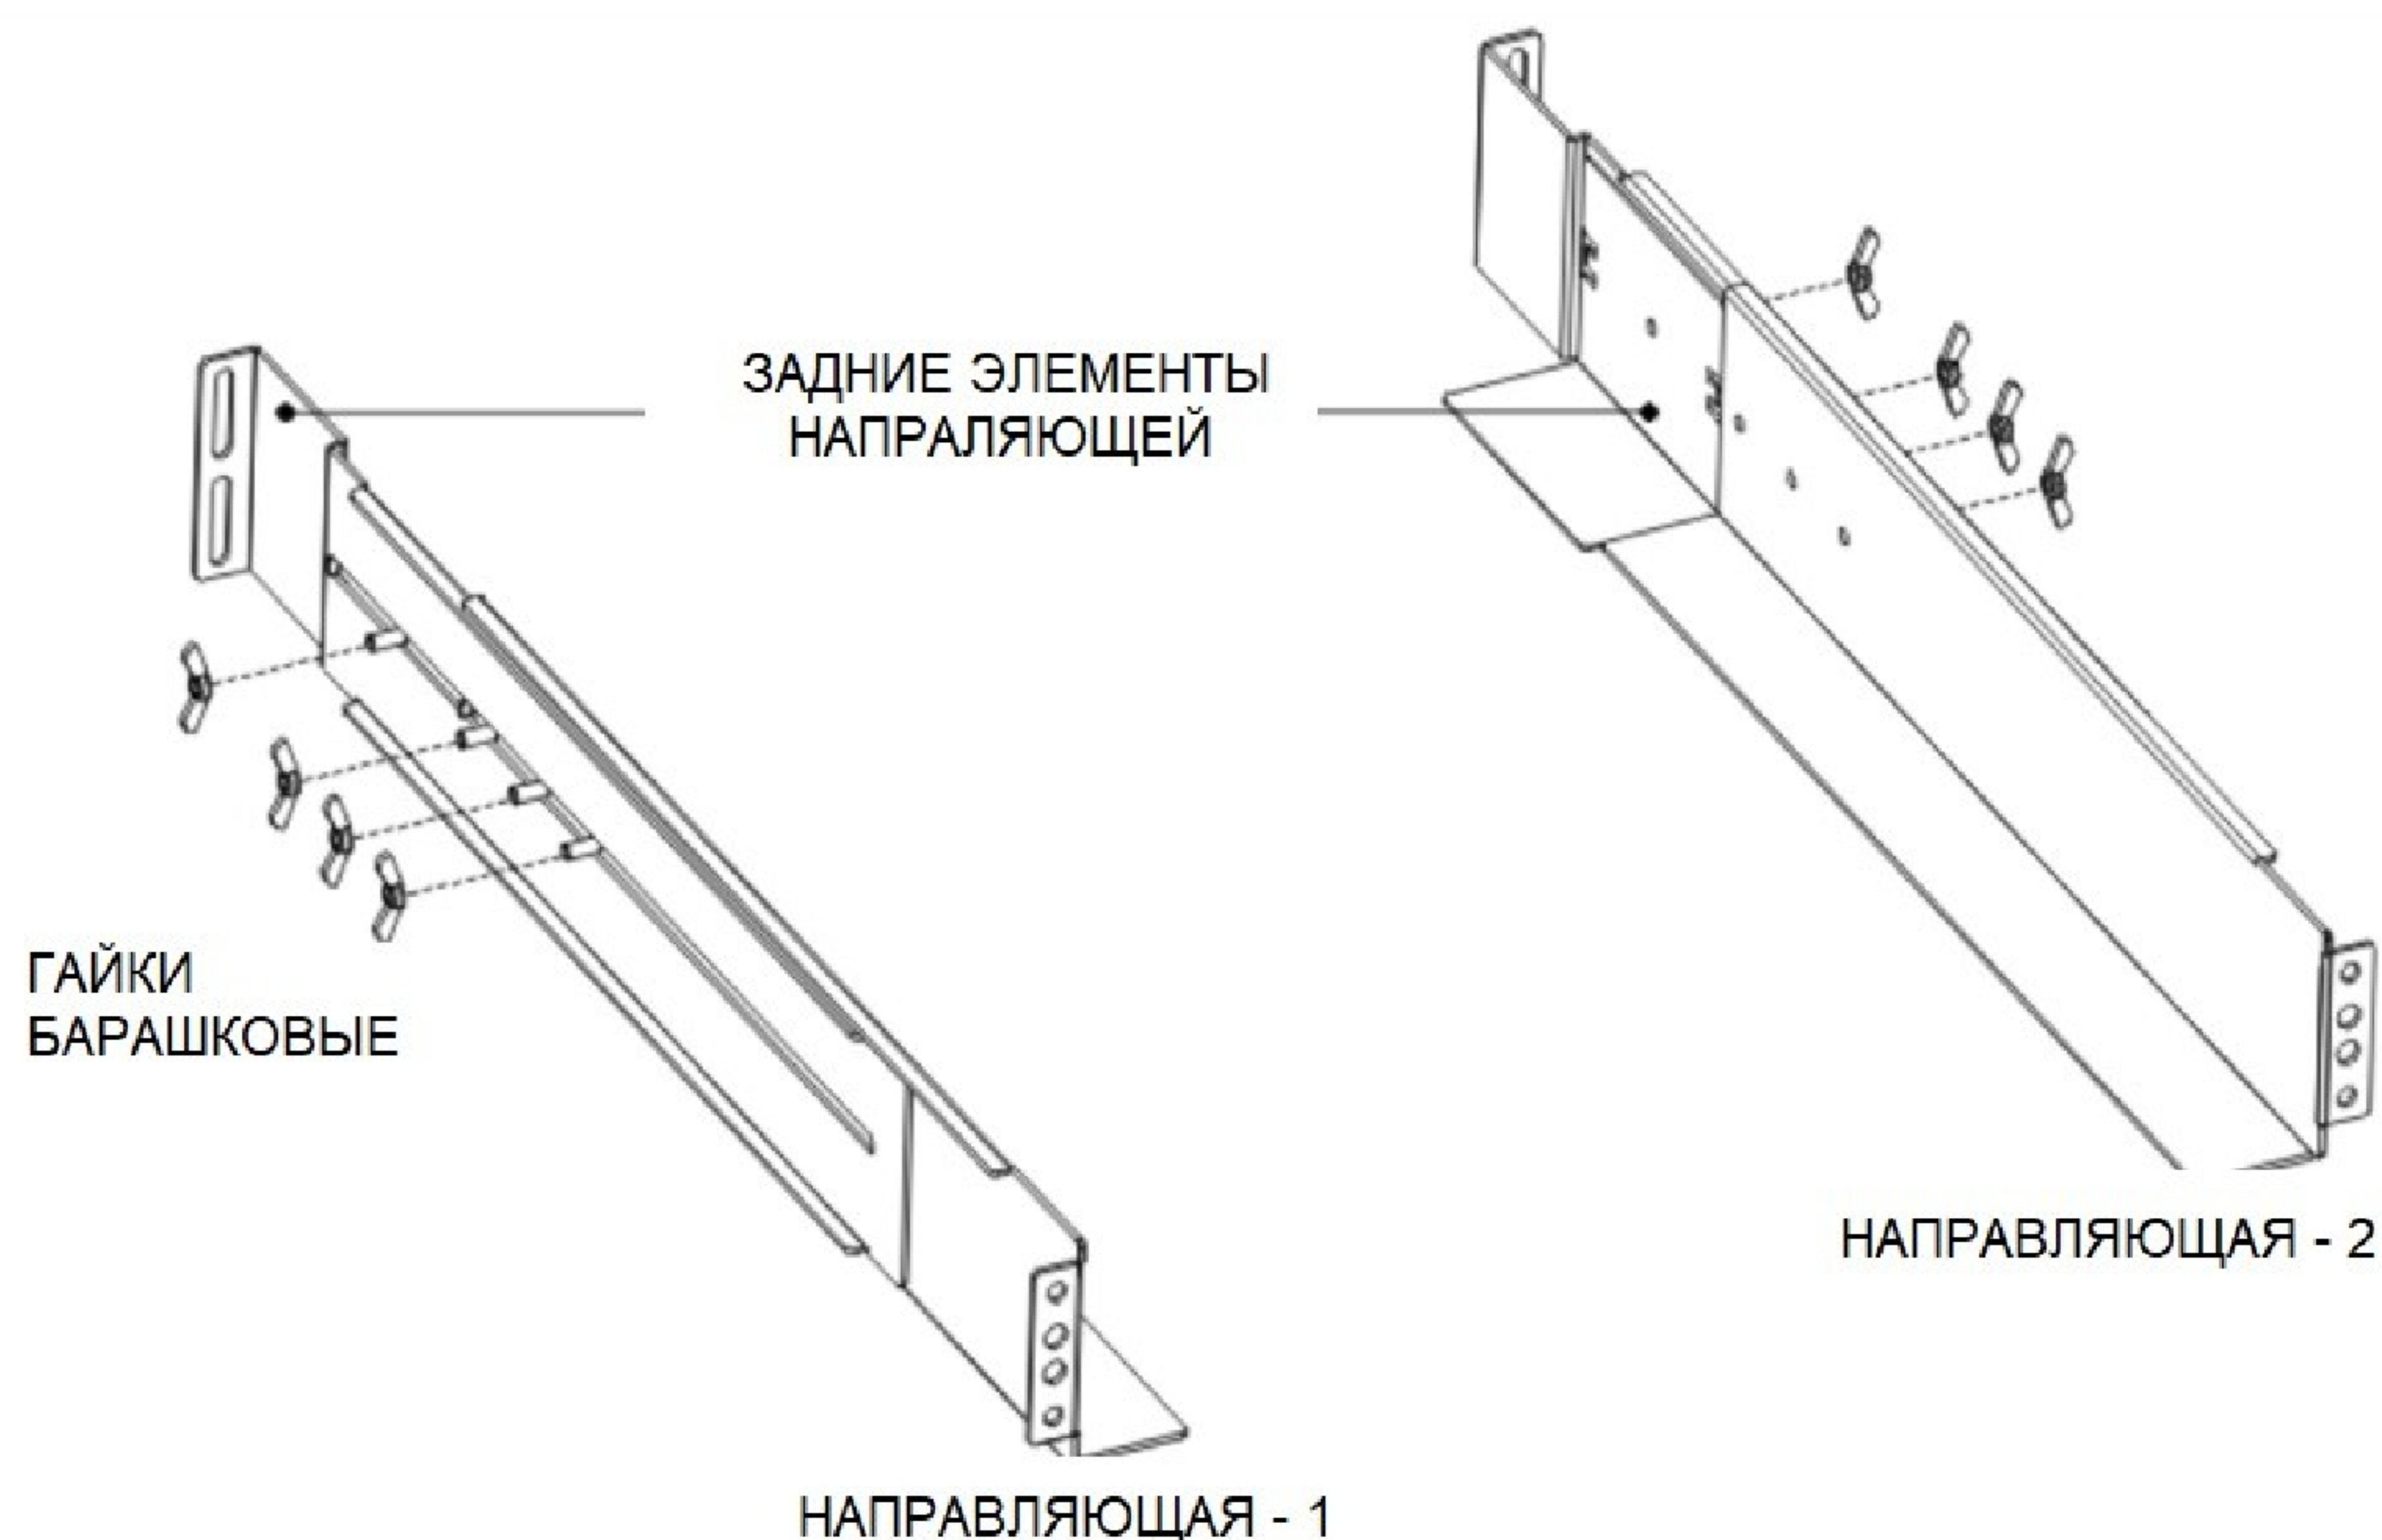

Рис.5 — Сборка направляющих
** - монтажный кронштейн и направляющие для установки в стойку 19" (см. п.4-3, Рис.5) — это разные позиции, направляющие для установки в стойку 19" приобретаются отдельно.
- 1) Не затягивая винты, отрегулируйте направляющие в соответствии с глубиной стойки (см. рис. 5);